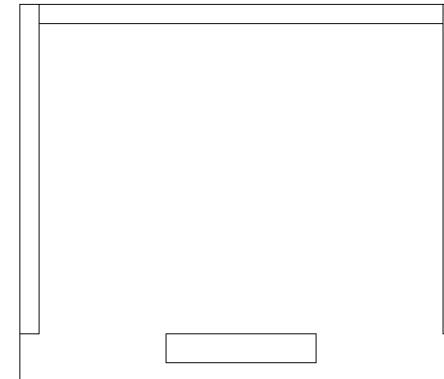

Рис. 2.24 ▼ Окончательный вид чертежа
9. Нажмите **Enter** для завершения команды **Обрезать** (TRIM). Сравнив полученный результат (рис. 2.24) с исходным чертежом (см. рис. 2.2), мы видим, что поставленная цель достигнута. Несколько простых инструментов, изученных в этой главе, вам еще не раз пригодятся не только при изучении остальных глав этой книги, но и в повседневной работе с AutoCAD.